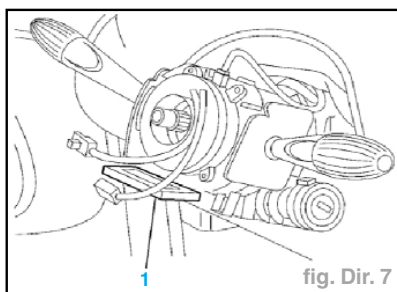

fig. Dir. 7
- En cas de remplacement du câble à spirale par un câble neuf, enlever la lanquette de sécurité (1) (fig. Dir. 7).